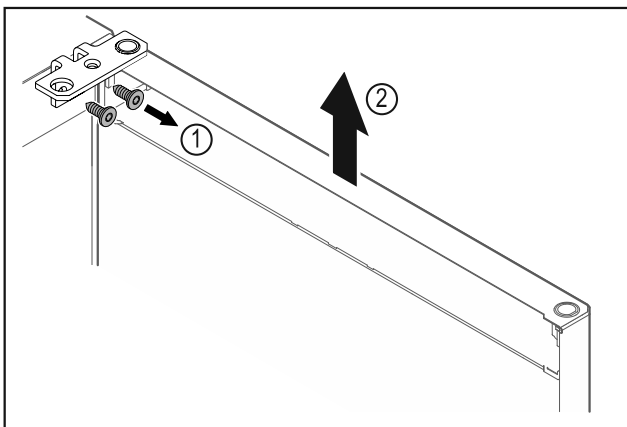

Fig. 12
- ▶ Развийте ъгъла на пантата Fig. 12 (1).
- ▶ Повдигнете вратата заедно с ъгъла на пантата Fig. 12 (2) приблизително 200 mm право нагоре и я свалете.